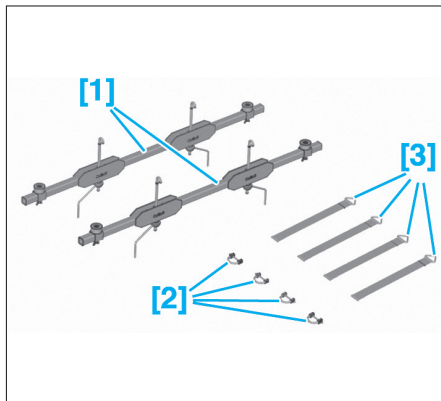

FIG. 1
- [1]. Compresseurs de suspension (réf : 9511-T.A) (Fig.1).